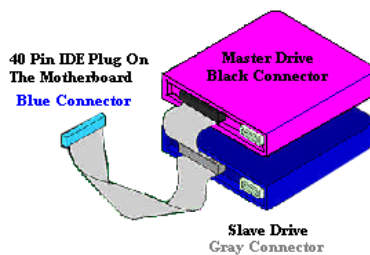

図 2-12. ATA/66 ケーブルの接続方法
- 黒いコネクタをマスターハードドライブ上の相当するプラグに接続します。次に、グレーのコネクタをスレーブドライブ(セカンダリハードドライブ、CD ROM、テープドライブなど)上の相当するプラグに接続します。図 2-12 を参照してください。